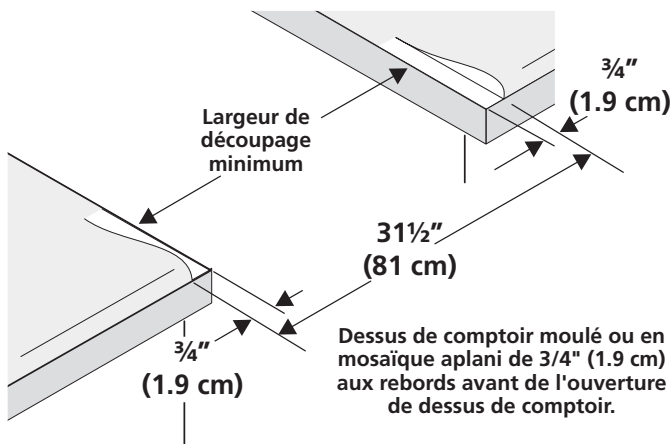

Figure 7
- Les dessus de comptoir au **rebord avant moulé** doivent être aplanis de  $\frac{3}{4}$ " (1.9 cm) à chaque coin avant de l'ouverture (Figure 7).
- Il est possible qu'il soit nécessaire d'aser de  $\frac{3}{4}$ " (1.9 cm) les dessus de **comptoir en mosaïque** à chaque coin avant et/ou d'aplanir le rebord arrondi (Figure 7).